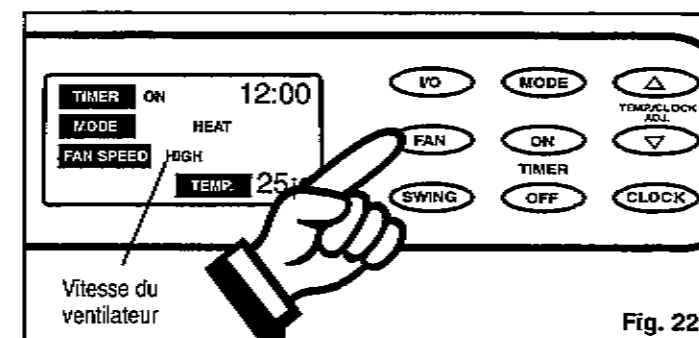

Fig. 22
3) Appuyez sur la touche **FAN** pour choisir la vitesse du ventilateur de votre choix (**High-Low**). Votre sélection est indiquée sur l'ACL. Chaque appui sur la touche de ventilation change le réglage). Fig. 22.